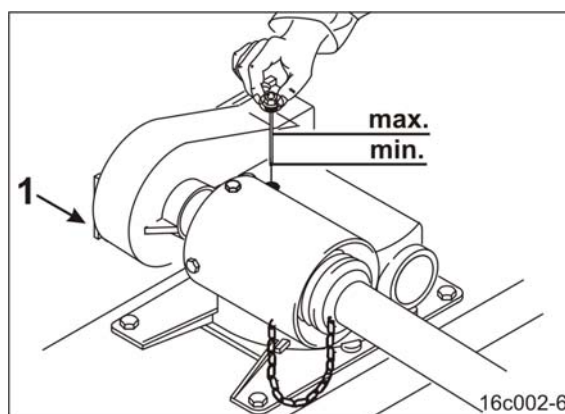

Рис. 177
2. Открутите маслосливную пробку (Рис. 177/1).